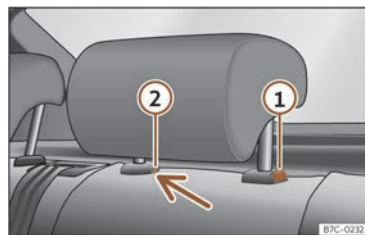

Fig. 99 Reposacaps del darrere: desmuntatge.
- Premeu la tecla >>> **fig. 99** ① i, prement alhora per l'orifici del fiador ② amb un tornavís pla de màxim 5 mm d'amplada, traieu el reposacaps.